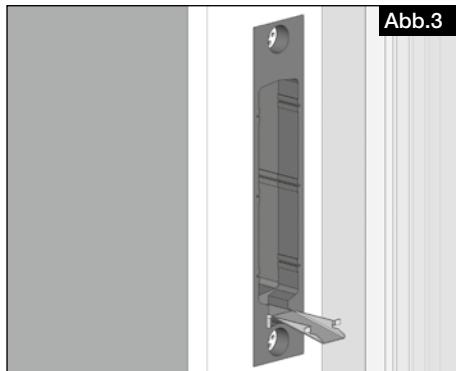

Abb.3
- Kondensatableitblech in den Putzrahmen einstecken (s. Abb. 3).